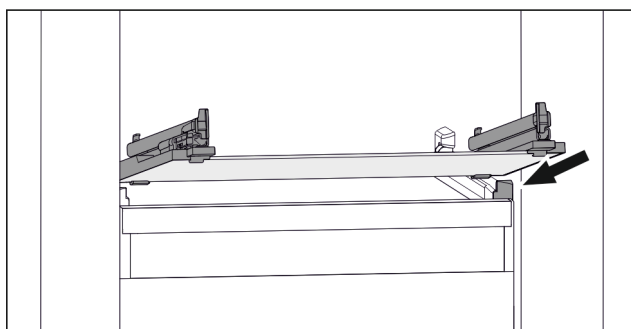

Fig. 141 Príklad zobrazenia sklenenej dosky
- ▶ Nasadte sklenenú dosku šikmo za zádržkami. (pozri Fig. 141)